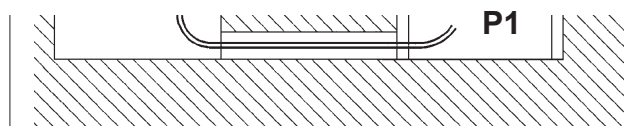

Fig. 2
- Togliere l'imballo, posizionare (vedere lay-out) la pedana P1 all'interno della fossa e la pedana P2 su dei distanziali in modo tale da permettere l'inserimento dei tubi idraulici nelle canalizzazioni a pavimento (Fig.2).